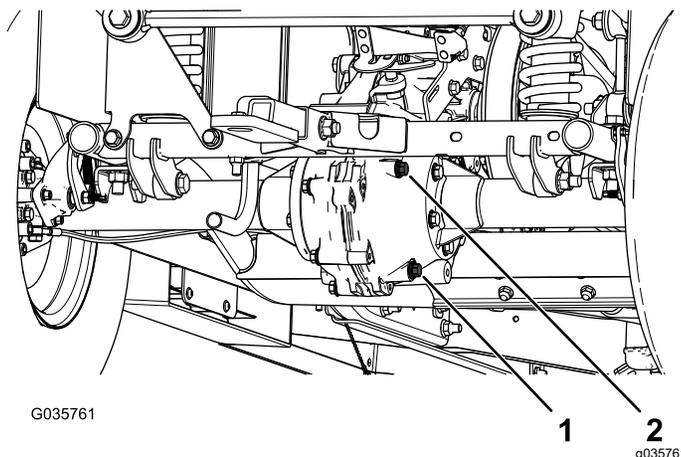

Рисунок 58
4. Снимите пробку заливного отверстия в коробке передач (Рисунок 58).
5. Если уровень жидкости низкий, снимите пробку заливного отверстия и доливайте жидкость указанного типа до тех пор, пока она не начнет вытекать из отверстия (Рисунок 58).
1. Подставьте под пробку сливного отверстия сливной поддон (Рисунок 58).
2. Снимите пробку заливного отверстия и уплотнение (Рисунок 58).
3. Снимите пробку сливного отверстия и уплотнение и дайте рабочей жидкости полностью стечь (Рисунок 58).